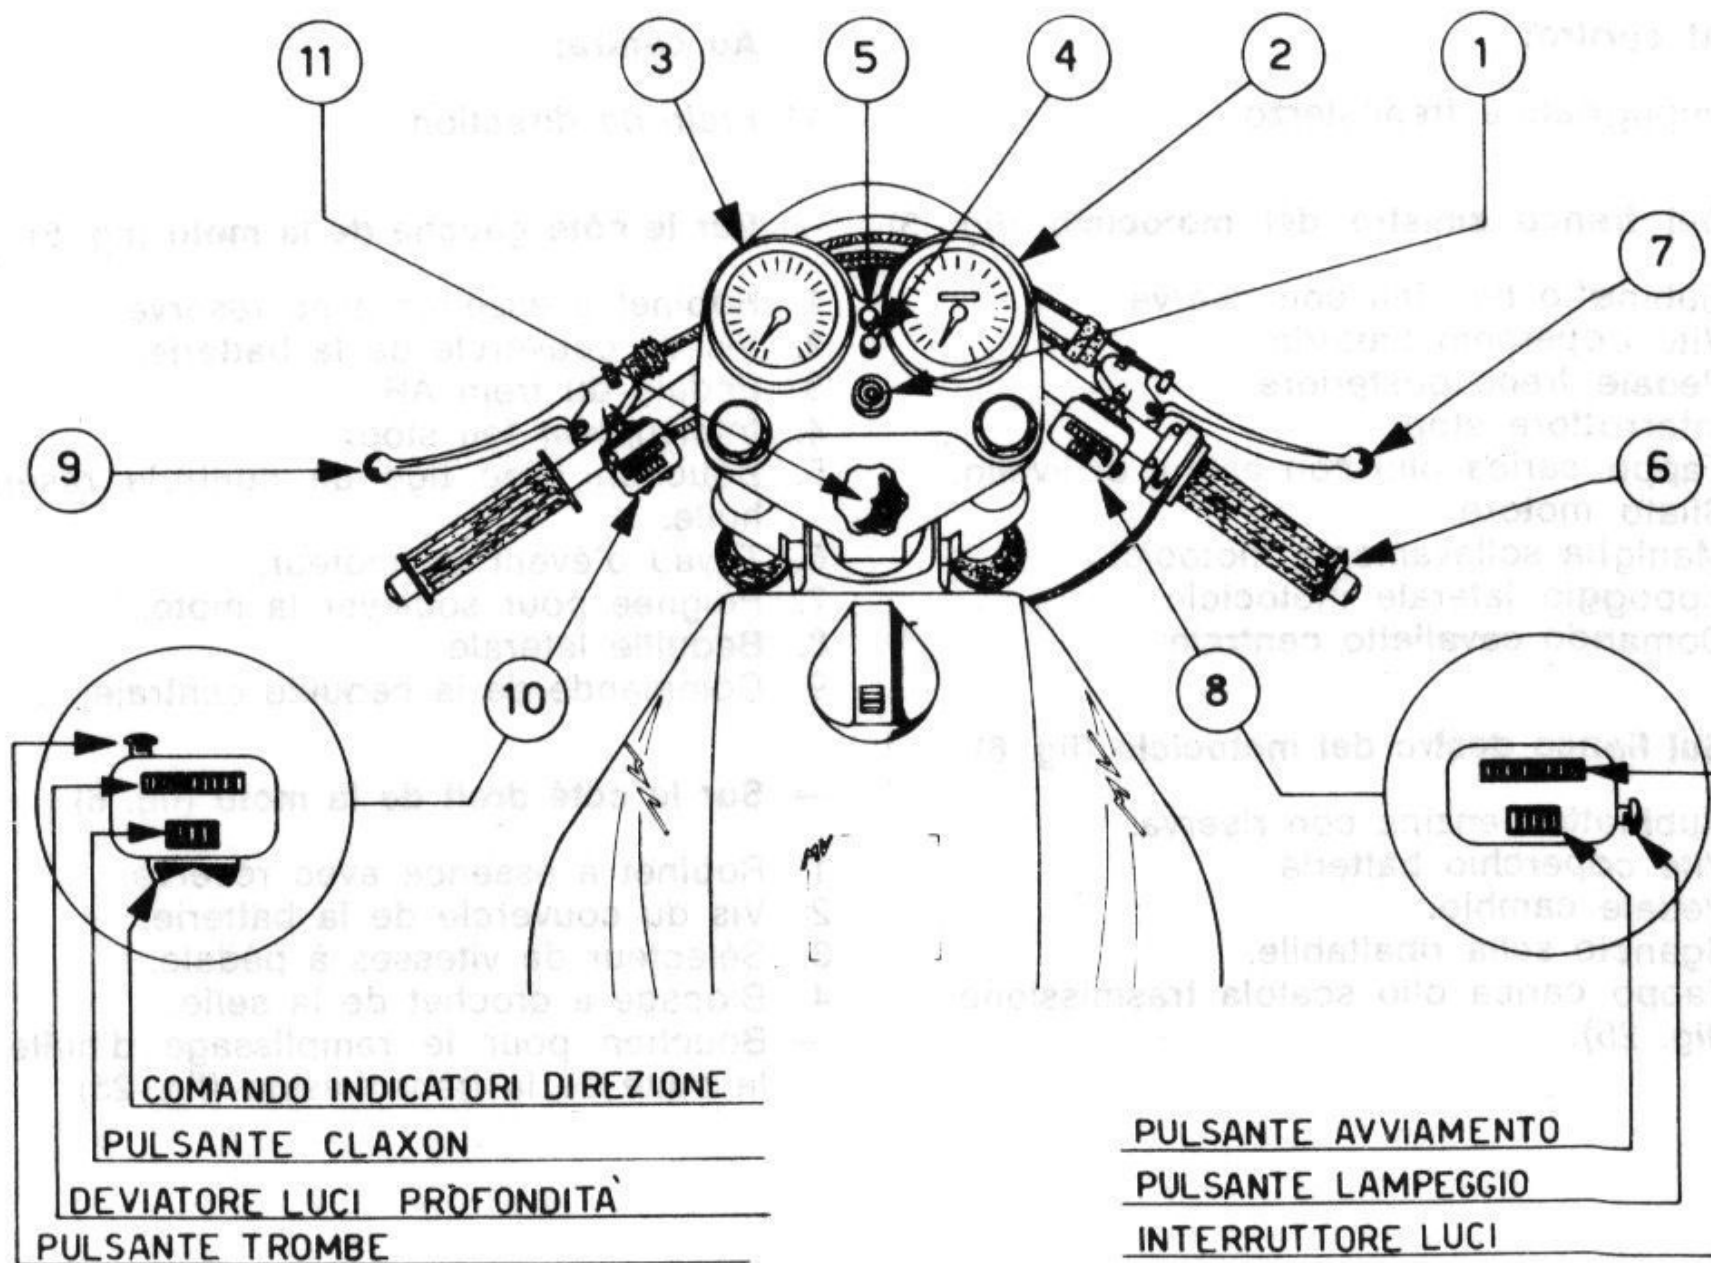

fig. 4
COMANDI E APPARATI DI CONTROLLO (fig. 4)
COMMANDES ET INSTRUMENTS DE CONTROLE (fig. 4)
CONTROLS AND INSTRUMENTS (fig. 4)
- Ruotare la manopola comando del carburatore 6 fig. 4 per 1/4 od 1/5 della sua rotazione totale.
- Introdurre la chiave nel commutatore 1 fig. 4 e ruotarla verso destra fino al primo scatto.
- Premere quindi il pulsante d'avviamento sul dispositivo 8 fig. 4.
- Tourner la poignée de commande des gaz 6 fig. 4 pour 1/4 ou 1/5 de sa course.
- Introduire la clef dans le commutateur 1 fig. 4 et la tourner vers droite jusqu'au premier déclic.
- Pousser sur le bouton du démarreur 8 fig. 4.
- Rotate throttle control grip 6 fig. 4 1/4 to 1/5 of its total travel.
- Introduce ignition key in commutator (1) fig. 4 and rotate clockwise to the first step.
- depress start button on control box 8 fig. 4.
A motore molto caldo può essere necessario ruotare completamente la manopola comando carburante 6 fig. 4 abbandonandola gradualmente non appena il motore si avvia.
Si le moteur est très chaud il se peut qu'il soit nécessaire de tourner à fond la poignée des gaz 6 fig. 4 la laissant retourner graduellement au point de départ, dès que le moteur a démarré.
When the engine is hot, it may be necessary to completely open the carburetor throttle 6 fig. 4 releasing it by increments as soon as the engine is running.
- Con il motore al minimo tirare a fondo la leva della frizione 9 fig. 4 e innestare la prima velocità spingendo in alto il pedale cambio 3 fig. 6.